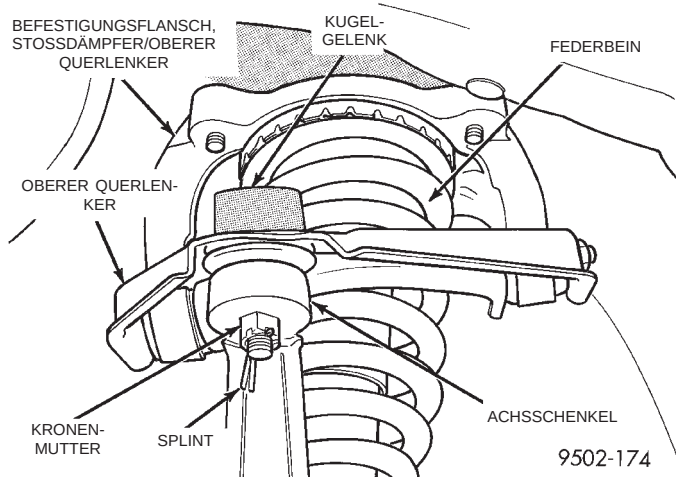

Abb. 70 Befestigung des oberen Kugelgelenks am Achsschenkel
(16) Splint und Kronenmutter (Abb. 70) vom Gewindebolzen des oberen Kugelgelenks am Achsschenkel abbauen.